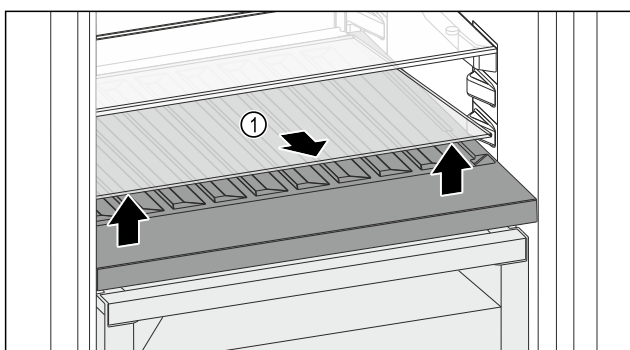

Fig. 161
- ▶ Skleněnou desku Fig. 161 (1) zvedněte za vybrání vpředu a vyjměte ji.
- ▶ Skleněnou desku Fig. 161 (1) uložte bezpečně mimo spotřebič.
- ▶ Skleněnou desku (2) vložte pod variabilní přihrádku na láhve.